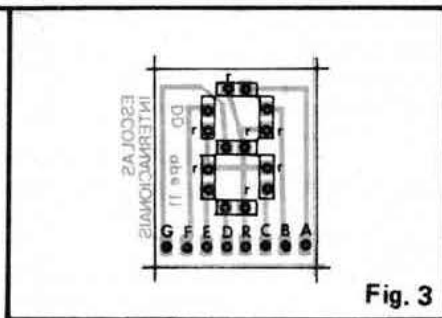

Fig. 3
- FIG. 3 - Montagem do nosso **display** "feito em casa", com a plaquinha vista pelo lado não cobreado, já com todos os 7 LEDs posicionados (observar a formação do padrão em "8", do qual derivam todos os "desenhos" dos algarismos de "0" a "9"...). Dois pontos **IMPORTANTES** à respeito da fig. 3: